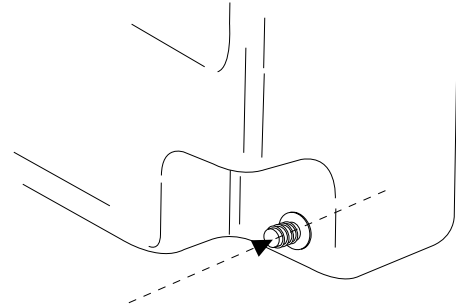

Fig. 2
- 1) Percer le réservoir à l'intérieur du bec (Fig.2).